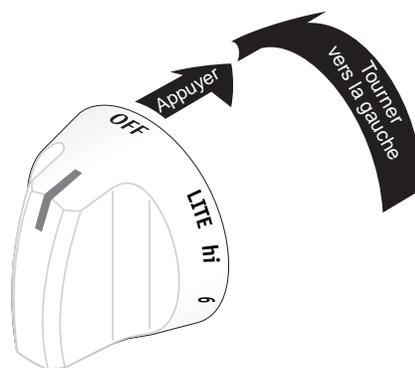

Fig. 1
2. Appuyez sur le bouton de commande du brûleur de surface voulu et tournez-le **vers la gauche** pour le dégager de la position « OFF » (Arrêt) (fig. 1).